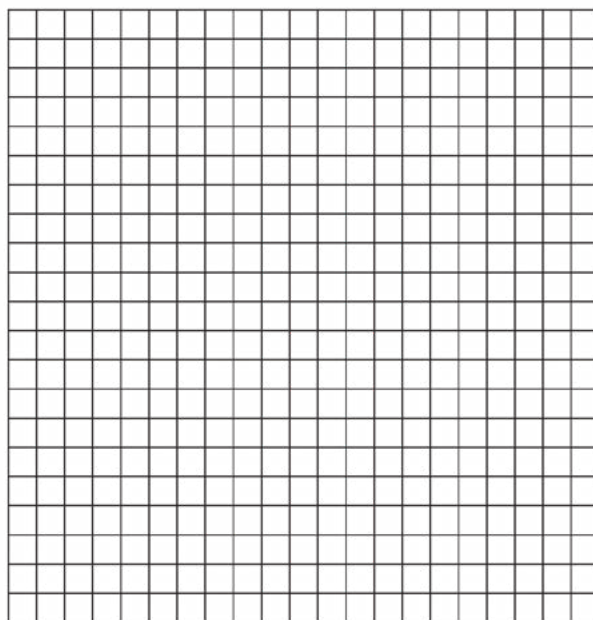

Figura 3.2
2.1. Genera una gráfica de la posición contra tiempo de la pelota y realiza un bosquejo en la figura 3.2, cuidando el etiquetado de los ejes y su escala.